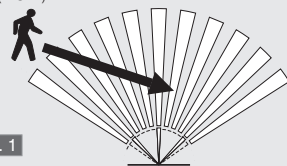
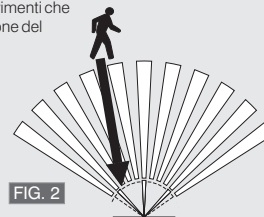

FIG. 1
FIG. 2
- Prima dell'installazione, tenere conto del fatto che il rilevatore è più sensibile ai movimenti che attraversano il suo campo d'azione (FIG. 1) e meno sensibile ai movimenti in direzione del rilevatore stesso (FIG. 2).